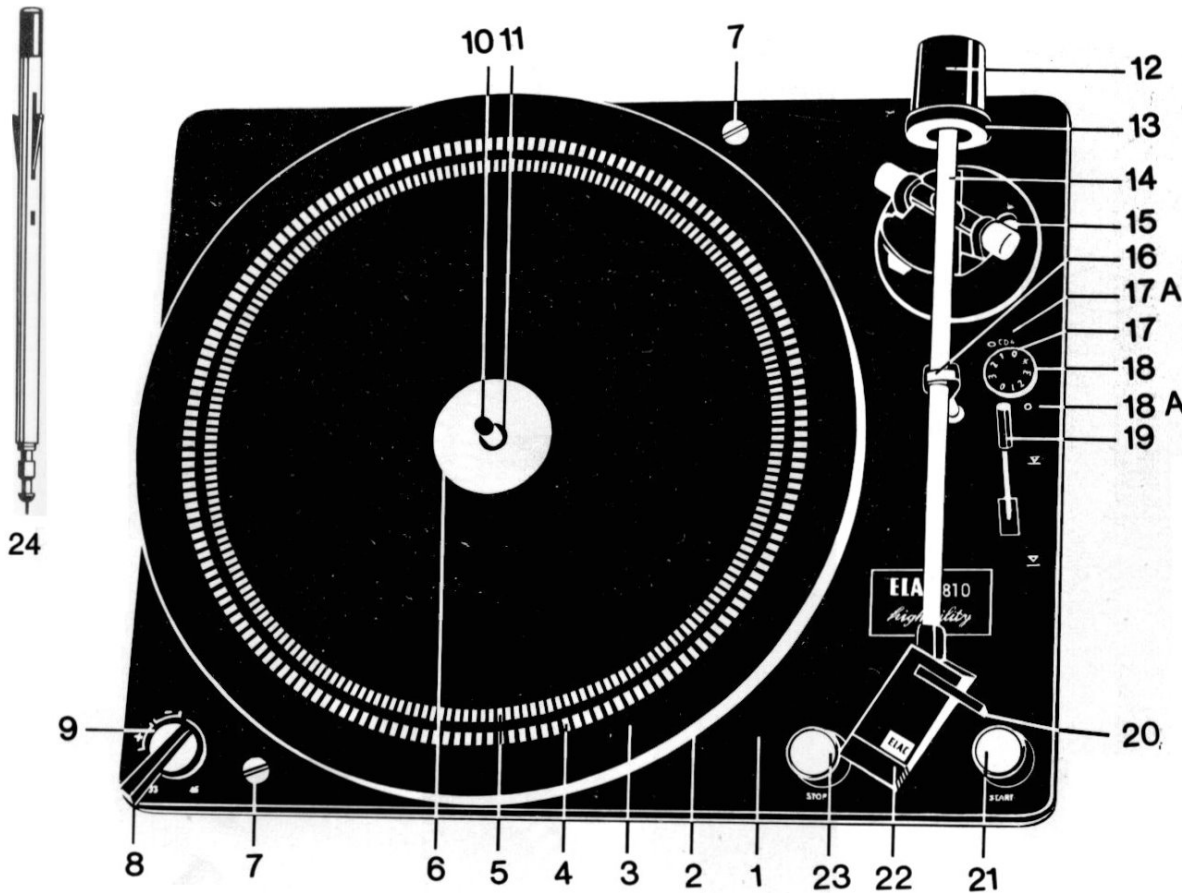

Fig. 1
DESIGN AND OPERATING FEATURES (Fig. 1)
CHARACTERISTIQUES CONSTRUCTIVES (Fig. 1)
Entfernen Sie bitte alles Verpackungsmaterial einschließlich der Transportschutzkeile zwischen Chassis und Plattenteller. Vor Inbetriebnahme des Gerätes müssen die beiden Transportsicherungsschrauben (Fig. 1—7) durch Drehen (mit einer Münze oder Schraubenzieher) entgegen dem Uhrzeigersinn gelöst werden, bis sich das Chassis von der Grundplatte hebt und frei schwingend auf seinen Federfüßen ruht.
1.3 Vor einem erneuten Transport sind diese Schrauben wieder fest anzuziehen. Der Tonarm muß auf der Tonarmstütze verriegelt werden (Fig. 1—16) und das Gegengewicht muß abgenommen werden.
Before operating the unit loosen the transport lock screws (Fig. 1—7) by turning them counterclockwise (by coin or screwdriver) until the chassis is lifted from its mounting base and is free to float on its spring feet.